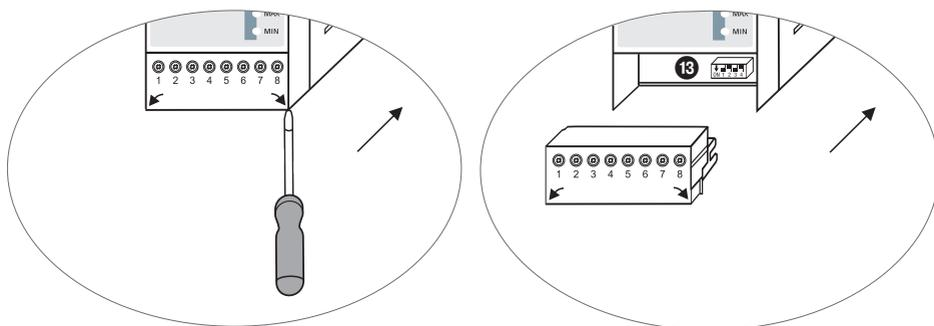

Fig. 6
■ **Rimuovere la morsetteria inferiore. Fig. 6**